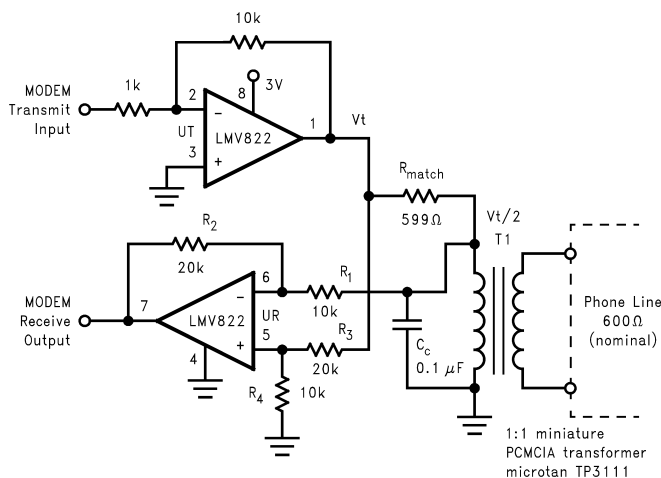

图 39. 用于 PCMCIA 调制解调器卡的电话线路收发器
图 39 的电话线路收发器通过 PCMCIA 微型变压器提供全双工连接。接收机部分 (UR) 的差分配置消除了从发射机部分 (UT) 接收的问题。请注意，UR 的差分配置的输入信号包括发射电压 ( $V_T$ ) 和  $V_T/2$ 。这是因为选择的  $R_{match}$  需要与耦合的电话线路阻抗相匹配；所以将  $V_T$  除以 2（假设  $R_1 \gg R_{match}$ ）。